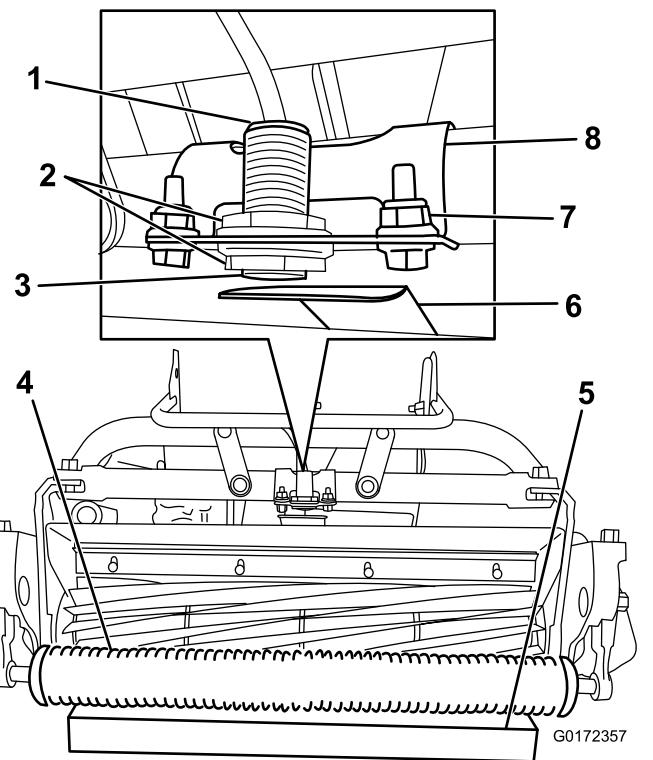

Figure 17
- Desserrez les écrous de blocage du capteur et réglez le capteur de sorte qu'un filet soit visible en dessous de l'écrou de blocage inférieur (Figure 17).
- Placez un bloc de 3,8 cm sous le rouleau avant du plateau de coupe (Figure 17).
- Desserrez les fixations qui maintiennent le support de capteur sur le cadre (Figure 17).
8. Tournez le support du capteur vers la plaque cible jusqu'à ce que le voyant en haut du capteur s'allume (Figure 17). S'il était déjà allumé, tournez le support du capteur à l'opposé de la plaque cible jusqu'à ce que le voyant s'éteigne, puis ramenez-le vers la plaque cible jusqu'à ce que le voyant se rallume.